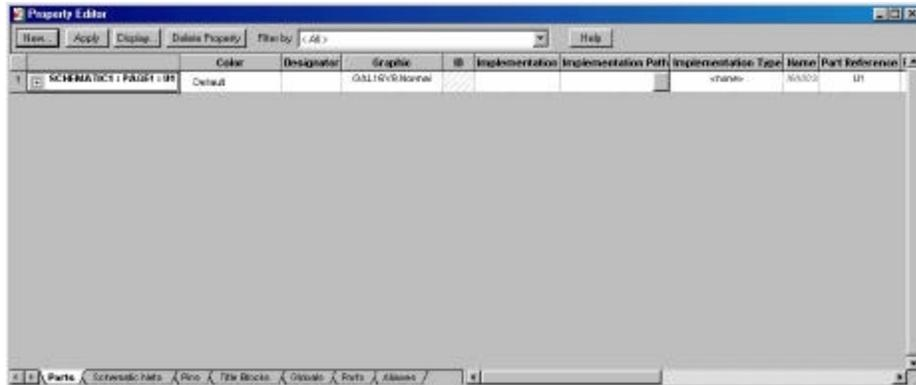

Figura 4.13 Propiedades de la instancia.
- 3 En el Menú *Edit* seleccionamos *Properties*, o dé doble clic sobre la parte seleccionada y modifique las propiedades (ver figura 4.13).